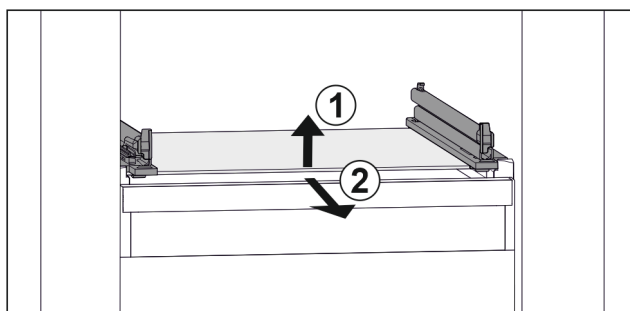

Fig. 51 Exempel på glashylla
- Lyft glashylla framtill. Fig. 51 (1)
- Ta ut glashylla framåt. Fig. 51 (2)